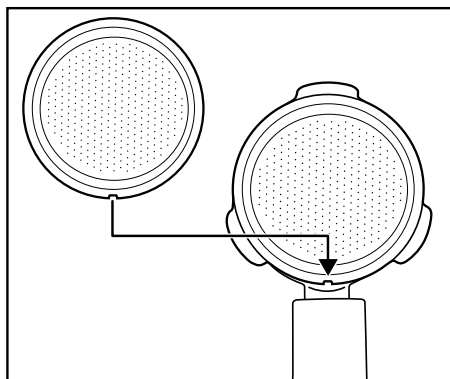

Figura 2
- Al insertarlo, asegúrese de que la pequeña muesca del filtro de expreso grande **19** o del pequeño **20** quede sobre la muesca del portafiltros **18** (Figura 2).